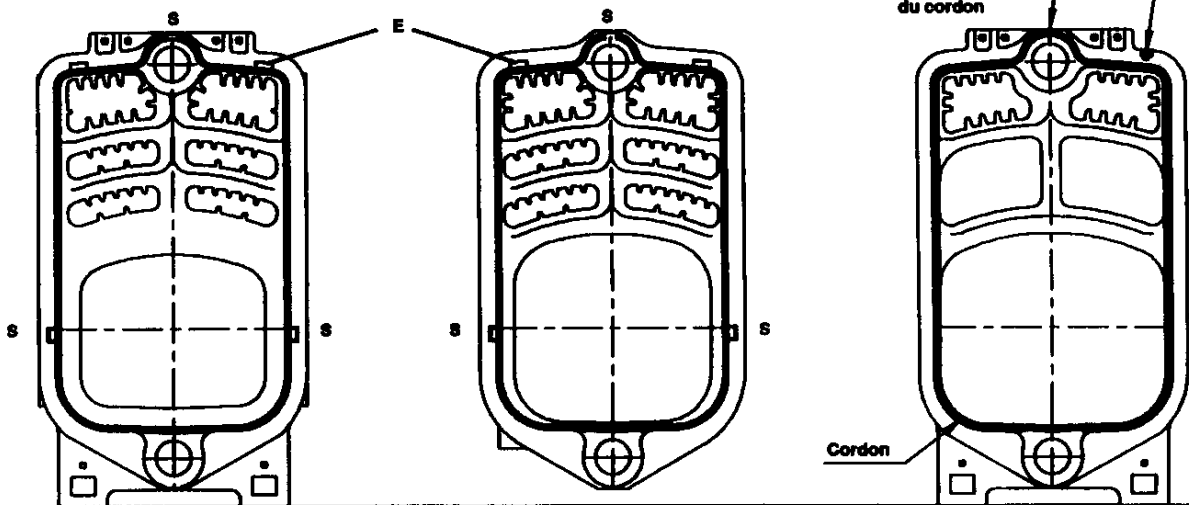

Fig. 5
**NOTA :** Au cas où il serait nécessaire de démonter un élément de la chaudière pour éviter de détériorer les gorges d'étanchéité, il est impératif, pour séparer les éléments, de placer le burin au niveau des bossages d'écartement (E) prévus en partie supérieure (voir figure 5).